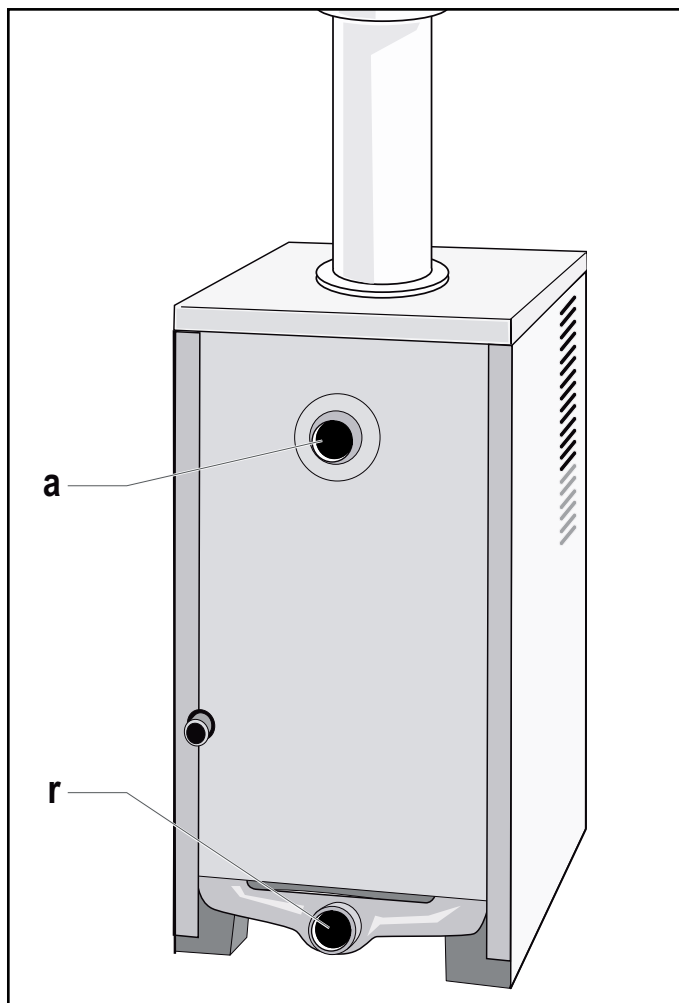

Рис. 4.2 Подключение к системе отопления
- Подсоединить питающий трубопровод (а) и обратный трубопровод системы отопления как изображено на рис. 4.2.